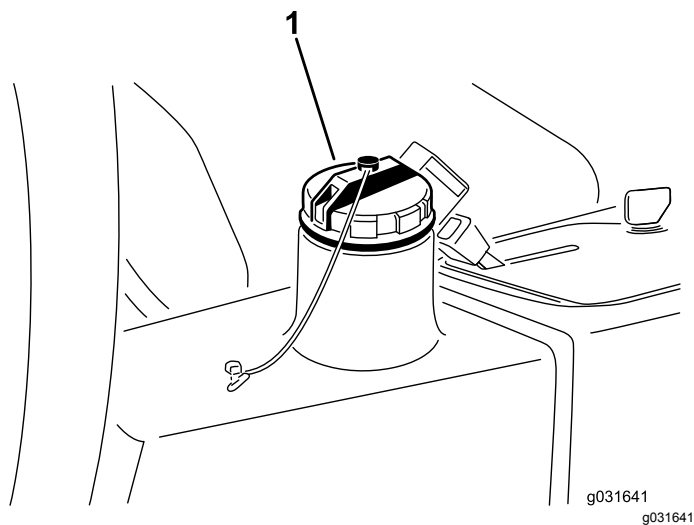

図 67
4. 油圧オイルタンク **図 67** に約 13.2 リットルの油圧オイルを入れる **油圧システムを点検する (ページ 48)** を参照。